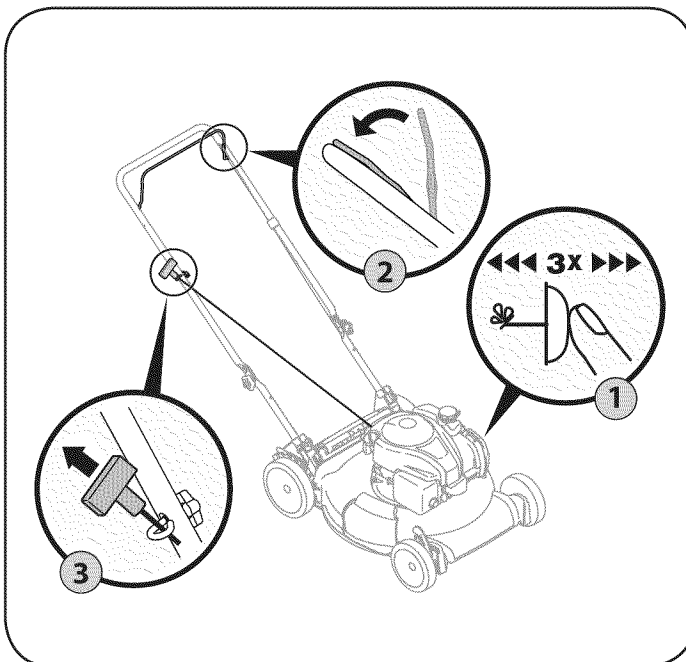

Figura 10
1. Empuje el cebador tres veces. Vea la Figura 10. No debe el motor caliente para reiniciarlo luego de una detención breve.
3. Sostenga firmemente las dos manijas juntas, tome la manija del arrancador de retroceso y tire de la cuerda para sacarla con un movimiento rápido y continuo. Vea la Figura 10. Mantenga firme la manija del arrancador, deje que la cuerda regrese lentamente al arrancador. Repita hasta que el motor esté en marcha. Deje que la cuerda se enrosque lentamente de regreso.